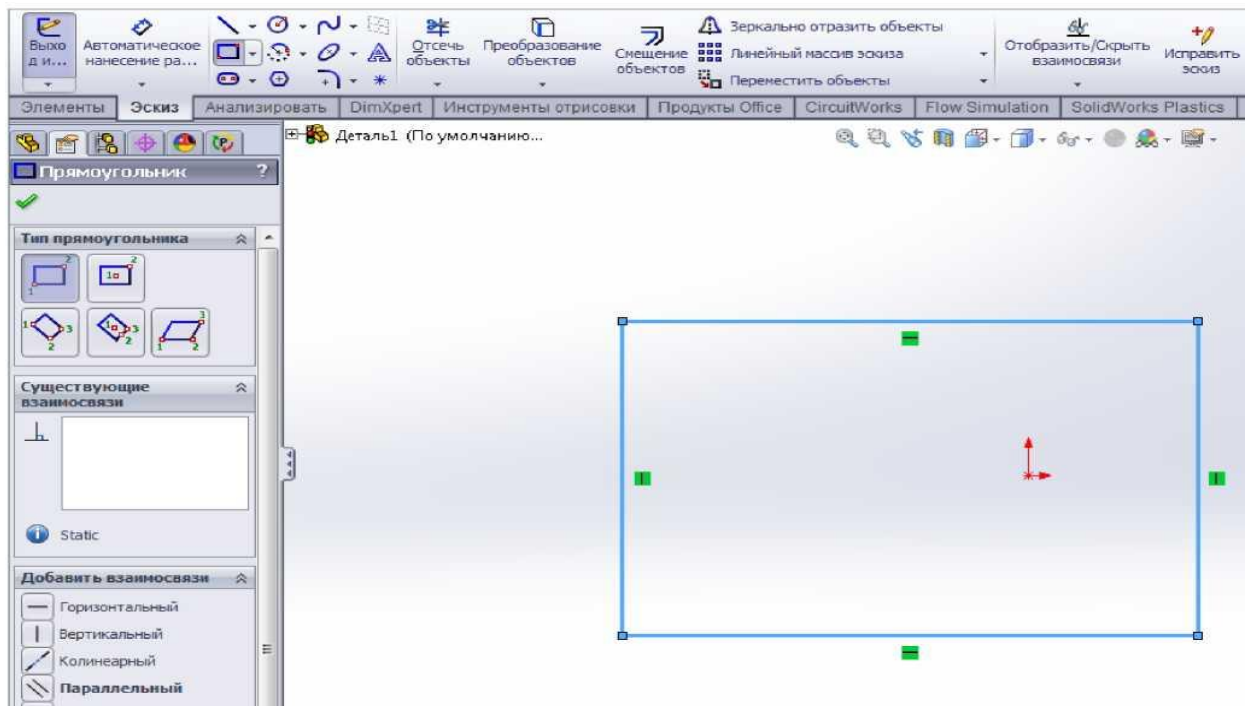

Рис. 15. Відображення прямокутника
3.3. Активізувати функцію "Прямокутник" в панелі інструментів **Ескіз** і накреслити прямокутник в ескизі, як показано на рис. 15.